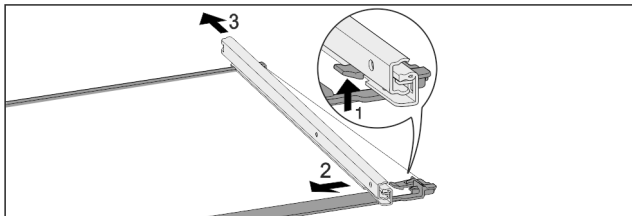

Fig. 52 Sklenená doska s koľajničkami
- ▶ Potlačte predný západkový hák nahor. Fig. 52 (1)
- ▶ Odsuňte vyťahovaciu koľajničku do strany Fig. 52 (2) a dozadu Fig. 52 (3).